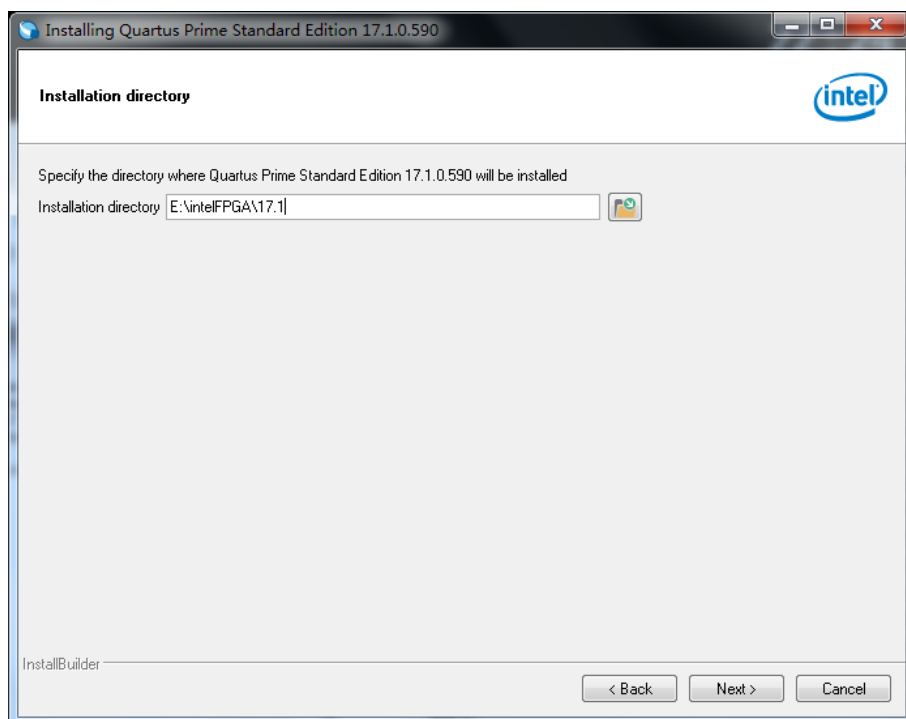

图 2.3.2 安装路径的选择
(2)选择接受许可后，下一步进行安装目录的选择，注意不要安装到中文目录下。如图 2.3.2 所示。